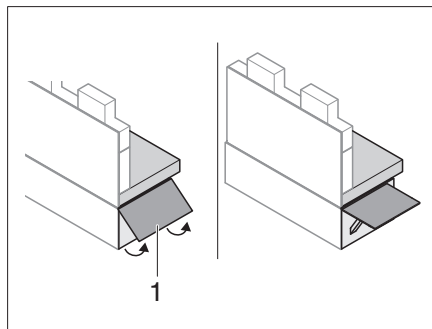

Fig. 148 Déployer la rallonge de banquette
- Rabattre la rallonge de la banquette (Fig. 148,1) vers le haut.
- Insérer la languette de déverrouillage et rabattre la rallonge de banquette (Fig. 148,1).